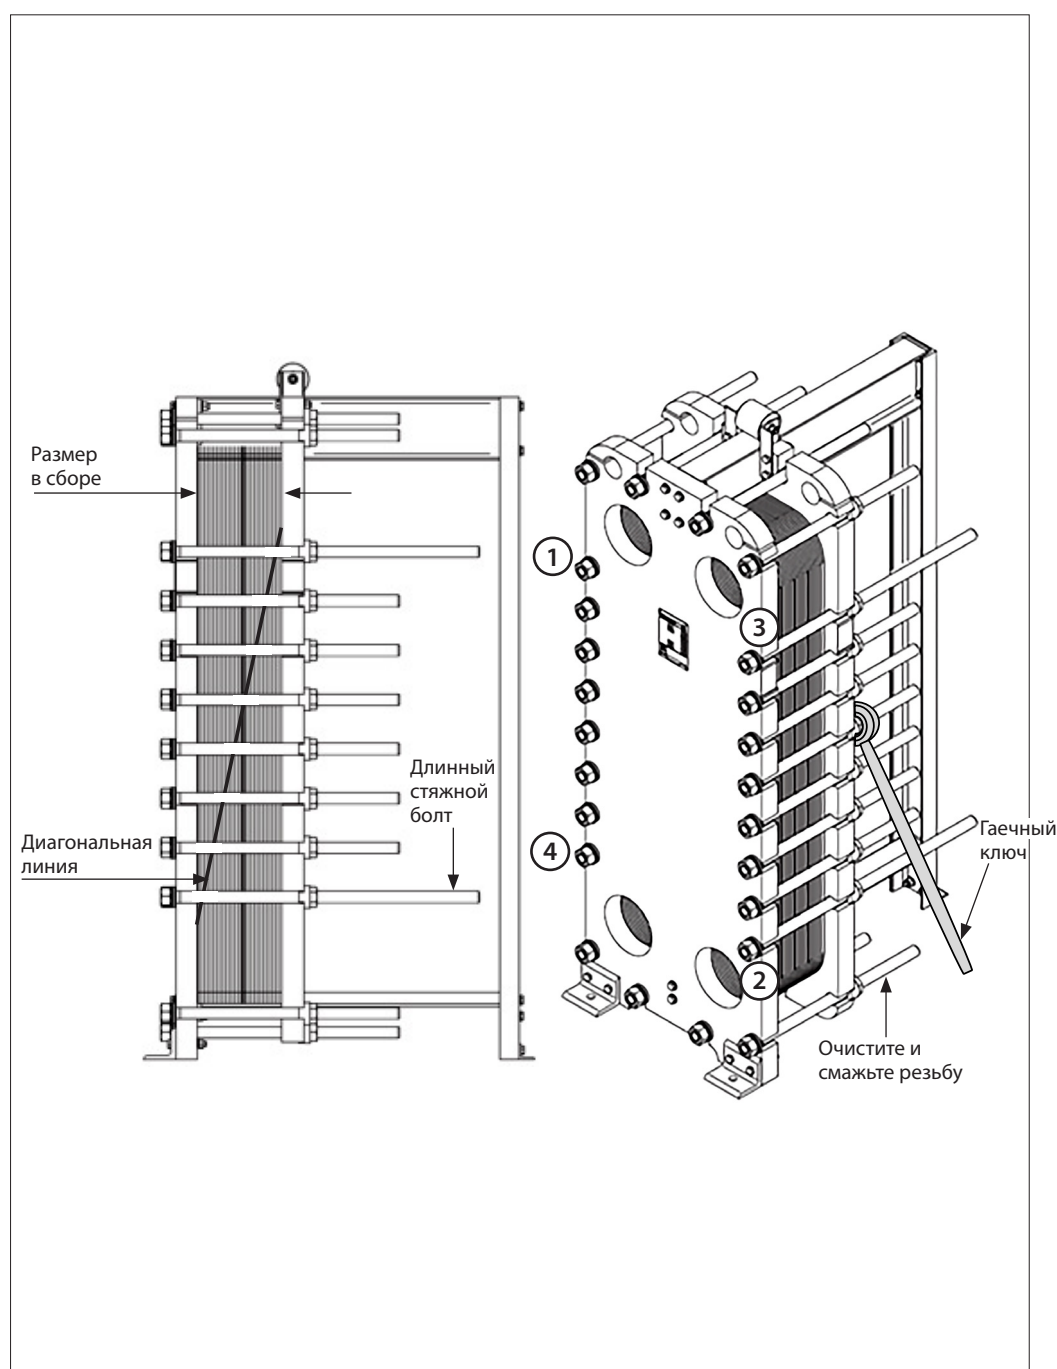

Рис. 10. Открытие пластинчатого теплообменника
- Пометьте пакет пластин перед открытием. Это можно сделать нанесением диагональной линии (см. рис. 10) или поочередной нумерацией каждой отдельной пластины.
- Ослабьте длинные стяжные болты равномерно в порядке 1, 2, 3, 4 (рис. 10), при этом прижимная плита должна постепенно параллельно отходить.